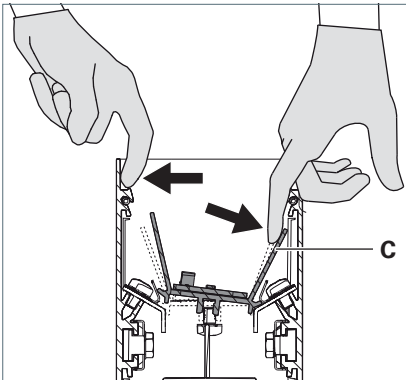

Fig. 19: Reflektor ausrasten.
- Drücken Sie die eine Seitenwand der Leuchte nach außen und drücken Sie den Reflektor **C** gleichzeitig in die entgegengesetzte Richtung, siehe Fig. 19.